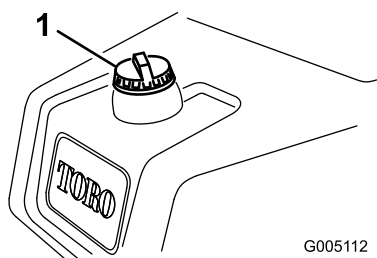

Figura 30
1. Limpie alrededor del tapón del depósito de combustible (Figura 30).